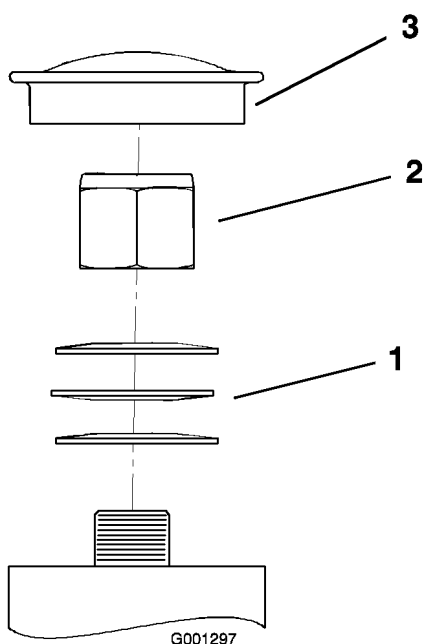

Figura 49
3. Togliete lo scodellino della polvere dalla ruota orientabile e serrate il dado di bloccaggio (Figura 49).
4. Serrate il dado di bloccaggio finché le rondelle non sono piatte, quindi allentate di un quarto di giro per mettere a punto il precarico sui cuscinetti (Figura 49).
Importante: Verificate che le rondelle elastiche siano correttamente montate, come riportato nella Figura 49.
5. Montate lo scodellino della polvere (Figura 49).